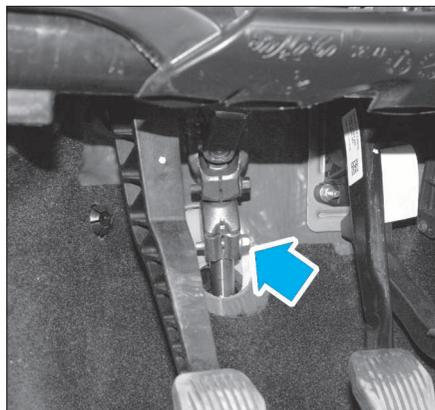

FIG. 3
- Déposer la vis d'accouplement de la colonne de direction sur le boîtier de direction (Fig.3).